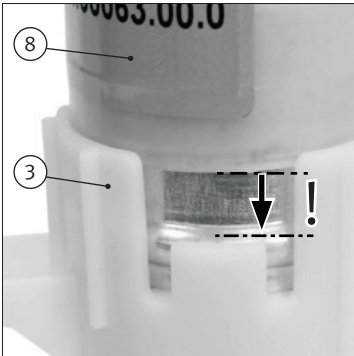
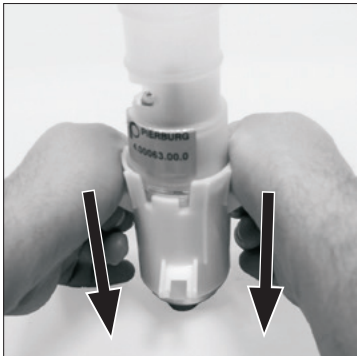

Abb. 5/Fig. 5/Puc. 5/图5
Abb. 6/Fig. 6/Puc. 6/图6
- 将放置的工具 (8) 压紧至泵上，直到工具紧贴泵周围的凸缘 (参见图 5)。
- 此时，工具 (8) 扩开支架 (3)。
- 将泵与工具从支架中一并拔出 (参见图 6)。